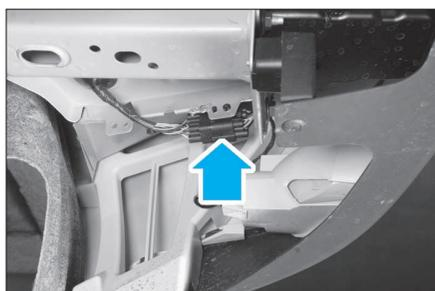

FIG. 88
- Déconnecter le connecteur du faisceau de bouclier (Fig.88).